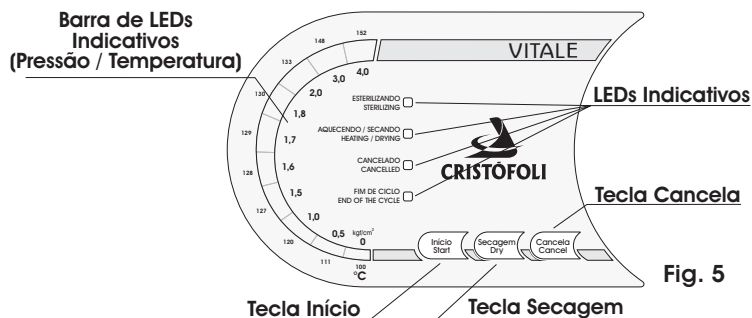

Fig. 5
- ▶ Ao soltar o fecho, a porta da autoclave deve abrir com facilidade. Certifique-se sempre da completa despressurização, somente o primeiro LED (posição zero) da barra de LEDs indicativos (Fig. 5, pág. 11) deverá estar aceso. **Nunca** force para abrir a autoclave!;
- 4► **BARRA DE LEDS INDICATIVOS DE PRESSÃO/TEMPERATURA** - É onde são visualizadas as informações relativas à pressão e temperatura da autoclave. Localiza-se na parte esquerda do teclado de controle (Fig. 5, pág. 11).